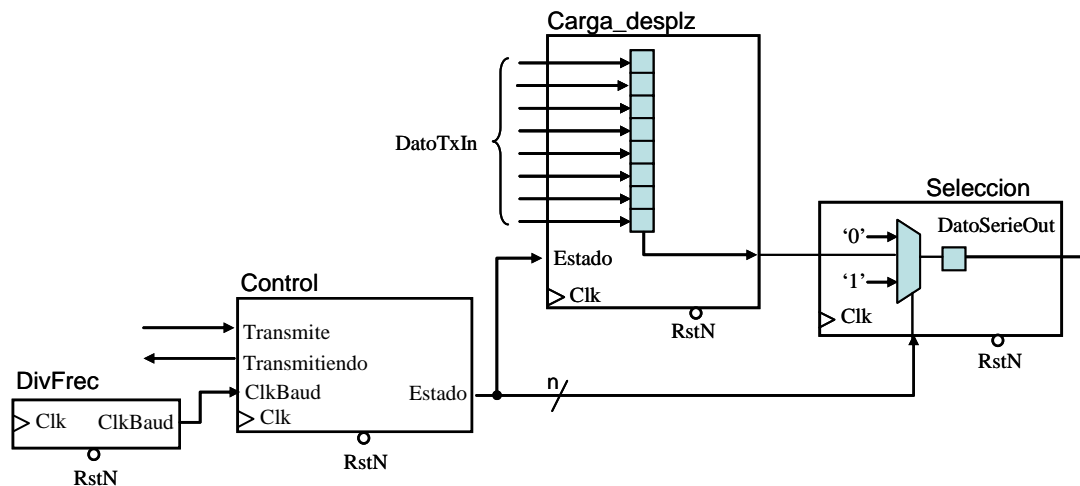
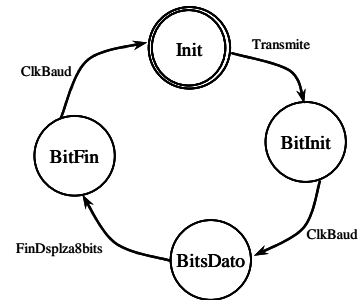
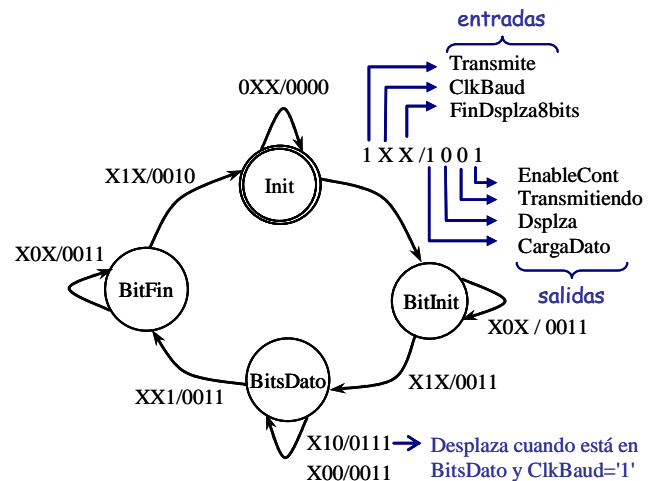
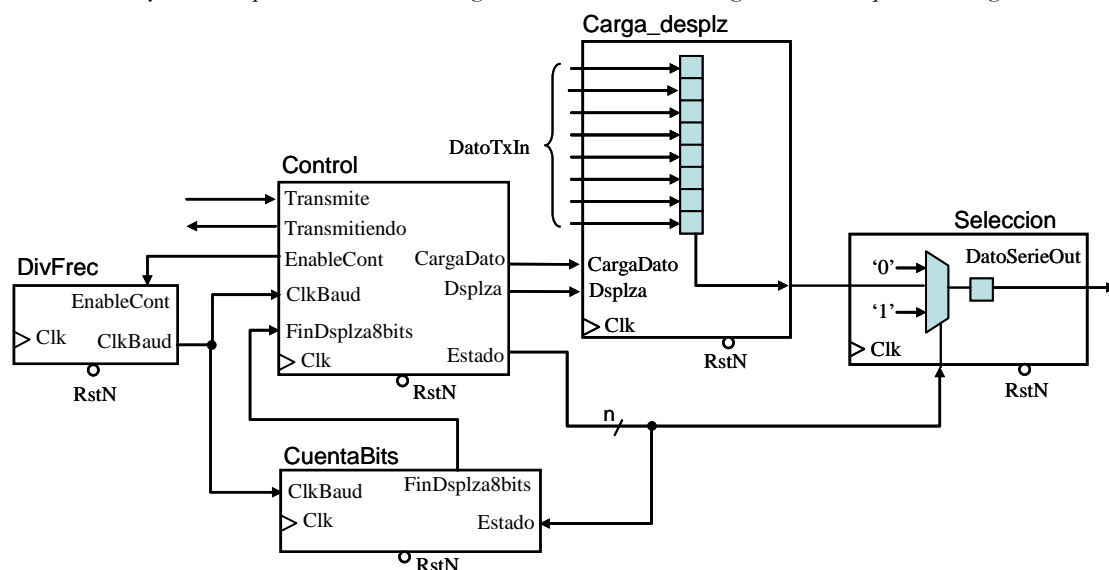

Figura 5-6: Diagrama de bloques preliminar del transmisor
Figura 5-10: Diagrama de transición de estados
Figura 5-11: Diagrama de transición de estados incluyendo salidas
Figura 5-12: Diagrama de bloques del transmisor
Con estas especificaciones tenemos información suficiente para hacer el transmisor. Existen muchas posibilidades de implementación, a continuación se propone una de ellas. Cada uno de los bloques mostrados en la figura 5-6 se puede implementar en uno o varios procesos. De todos modos, la figura 5-6 es una **versión inicial** que se hace antes de realizar el circuito. Mientras se diseña se irá variando esta versión ya que aparecen problemas y cuestiones que no hemos tenido en cuenta.
El funcionamiento de los bloques de la figura 5-6 se ha visto en las prácticas anteriores:
El circuito de control es el encargado dirigir al resto de bloques. Si el circuito no se encuentra enviando ningún dato, cuando se recibe la indicación de transmitir ($\text{Transmite}='1'$) el circuito empieza una secuencia de envío, esta secuencia de envío determinará la máquina de estados. La secuencia de estados es la siguiente (ver figura 5-10):
- **eInit:** este estado es el inicial, el sistema está en reposo esperando la orden de transmitir, cuando la señal $\text{Transmite}='1'$ se pasará a enviar el bit de inicio: **eBitInit**. En este momento se dará la orden de cargar el dato (DatoTxIn) en el registro de desplazamiento. En este momento también debemos sincronizar el contador del divisor de frecuencia, para ello hay dos opciones, o inicializar el contador o hacer que en el estado inicial no cuente, y al cambiar de estado se habilite el contador. Haremos esta última opción (esto no lo habíamos contemplado en la figura 5-6).
El diagrama de la figura 5-10 es claro e indica las señales que hacen cambiar de estado. Sin embargo, también es útil conocer el valor de las salidas, y qué sucede cuando hay varias entradas activas que hacen cambiar de estado. En nuestro caso, por ser una máquina de estados que no tiene bifurcaciones no es necesario. Pero normalmente no es así, y se ponen los valores de todas las entradas incluyendo también los valores de las salidas. En la figura 5-11 se muestra este diagrama de transición de estados. En cada flecha se indican los valores que provocan esa transición y tras una barra inclinada se indican los valores de las salidas. Las X indican que da igual el valor de la entrada correspondiente. Las salidas no pueden ser X.
El diagrama de la figura 5-11 es sólo una propuesta, existen otras posibilidades de implementar el circuito. A partir de la definición de estados y señales que hemos hecho, surgen modificaciones al diagrama de bloques de la figura 5-6.
En la figura 5-12 aparecen las nuevas señales que se definieron en la figura 5-11 y un nuevo bloque CuentaBits que se encarga de llevar la cuenta de los bits que se han transmitido. Este bloque será quien indique al bloque de control que se han enviado todos los bits.